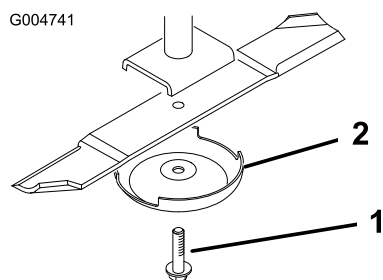

Figura 85
2. Sujete el extremo de la cuchilla usando un paño o un guante grueso. Retire del eje de la cuchilla el perno de la cuchilla, el protector de césped y la cuchilla (Figura 85).